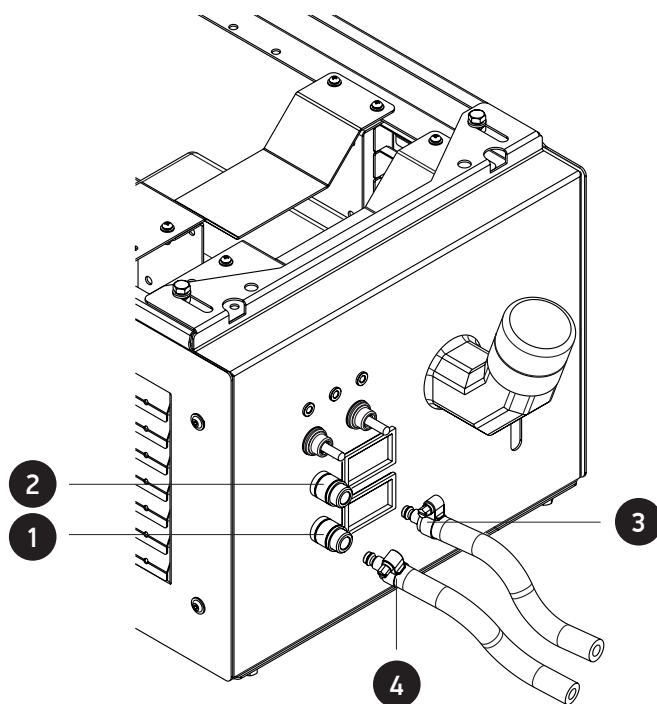

рис. 4.4. Схема подключения шлангов охлаждающей жидкости
Подключить все элементы комплекта сварочного оборудования рис. 4.4 или 4.5.
Подключить шланги охлаждающей жидкости к БВО согласно схемы (рис.4.4):
- штуцер шланга отвода охлаждающей жидкости из горелки (поз.3 рис.4.4) вставить в быстродействующую соединительную муфту БВО (поз.2 рис.4.4);
- штуцер шланга подачи охлаждающей жидкости в горелку (поз.4 рис.4.4) вставить в быстродействующую соединительную муфту БВО (поз.1 рис.4.4);
- для спуска воздуха из насоса нажать на невозвратный клапан быстродействующей соединительной муфты подачи охлаждающей жидкости в горелку (поз.1 рис.4.4) и удерживать до появления жидкости;
- подсоединить шланг подачи охлаждающей жидкости сварочной горелки (синий) (поз.4 рис. 4.4) к БВО при подключенной системе охлаждения горелки (см.п.4.1);
- заправить шланг отвода охлаждающей жидкости из системы охлаждения (красный) (поз.3 рис.4.4) в горловину бака;